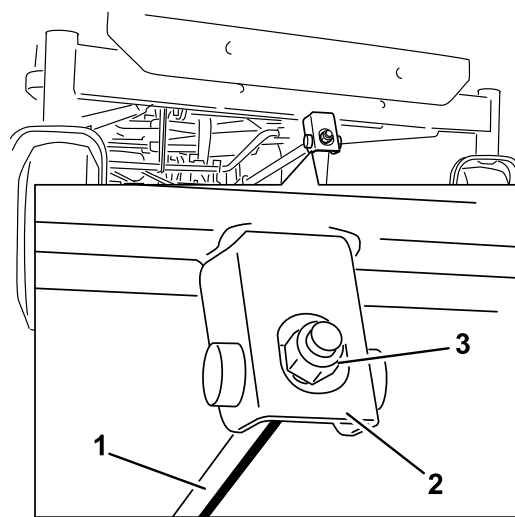

Figure 62
6. Pour régler l'inclinaison avant/arrière des lames, tournez l'écrou de réglage à l'avant du tablier de coupe (Figure 62).